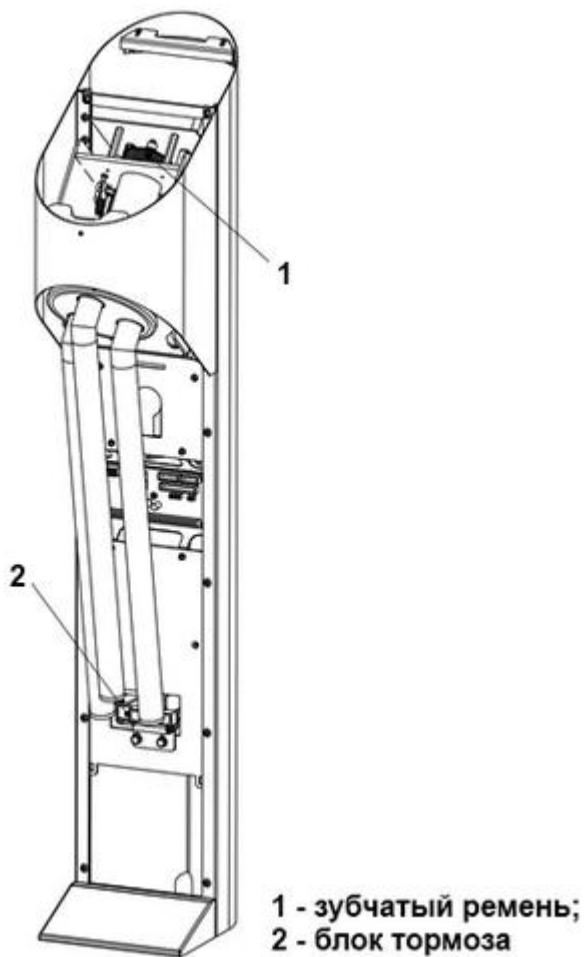

Рисунок 16 – Зубчатый ремень турникета
- 3.6.4 Проверить состояние зубчатого ремня и его натяжение (Рисунок 16 – 1).
- 3.6.5 Проверить общее состояние резиновой пластины блока тормоза (Рисунок 16 – 2).